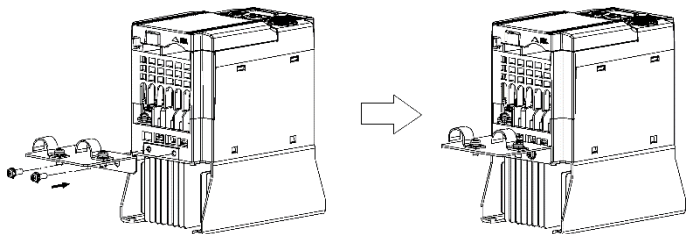

图 11.1 EMC 对应用屏蔽线接地零件的安装方法
- 1) 使用螺栓将随附的 EMC 对应用屏蔽线接地零件安装至变频器。（参照图 11.1）